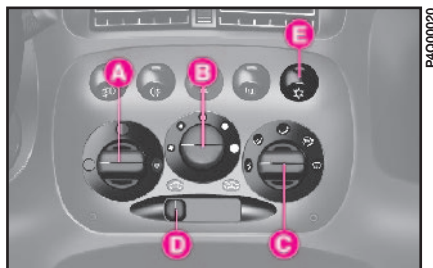

fig. 35
MANDOS fig. 35
1) Mando para la temperatura del aire **A**-fig. 35: indicador en el sector azul.